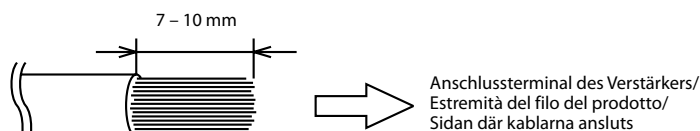

Abb. 5/Fig. 5/Bild 5
2. Entfernen Sie 7 – 10 mm der Isolation von den Enden der Kabel. (Abb. 5)
2. Rimuovete l'isolamento dalle estremità del filo di circa 7 – 10 mm. (Fig. 5)
2. Skala av isoleringen cirka 7 – 10 mm från kabeländarna. (Bild 5)